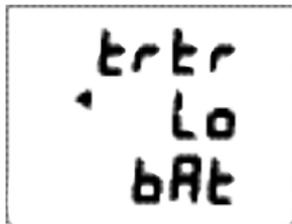

Fig. 3 - BATERÍA BAJA
- Las advertencias o alarmas de batería baja sólo se muestran como una pantalla de estado de batería baja del transmisor (Fig. 3), que se enciende y se alterna con las pantallas PRINCIPAL DE SUPERFICIE cuando la tensión disminuye hasta el nivel de advertencia (2,75 V).